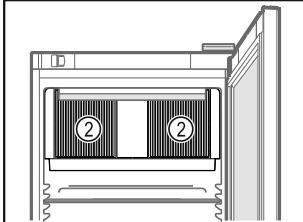

Fig. 58
- Διατηρείτε ελεύθερες τις σχισμές αερισμού Fig. 58 (2) του ανεμιστήρα στο εσωτερικό.